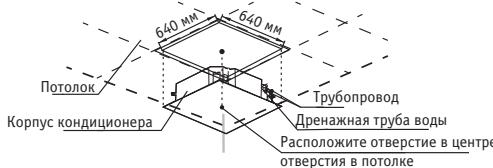

Рис. 5.5
- 1. Изготовьте в потолке квадратные отверстия размером 640 × 640 мм, согласно габаритам монтажной панели (принадлежность 2). См. рисунок 5.5. Необходимый для технического обслуживания доступ указан на рис. 4.1.